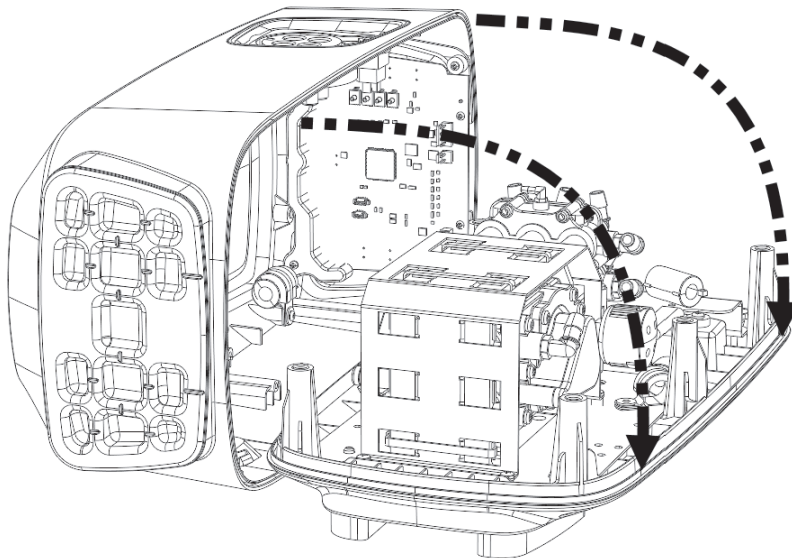

Figure 18 – Capots séparés
6. Séparer les capots avant et arrière de sorte que le capot arrière soit ouvert et à plat devant vous (Figure 18).